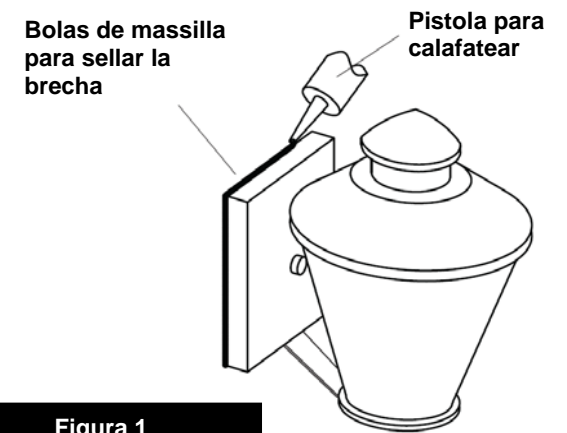

Figura 1
1. Conecte el cable de alimentación positiva (A) (normalmente negro o la cara lisa, sin marcas del cable de dos conductores) de plomo accesorio positivo (B) con un giro de tamaño adecuado en el conector – **Véase la Figura 1 y 2**.
2. Conecte el cable de alimentación negativa (C) (por lo general de color blanco o el lado marcado estriado del cable de dos conductores) de plomo accesorio negativo (D).
Para conectar a tierra en un sistema eléctrico de 3 hilos, fije el cable de tierra del artefacto (E) (generalmente de cobre o verde recubierto de plástico) a la brida de montaje accesorio (M) con el tornillo de tierra (S) – **Véase la Figura 1**.
Después de asegurar accesorio a la pared, se recomienda que la distancia entre la pared y la placa de fijación pueda sellarse con cualquier buena masilla impermeable de calidad o sellador de silicona (No Incluido) - Véase La Figura 1.